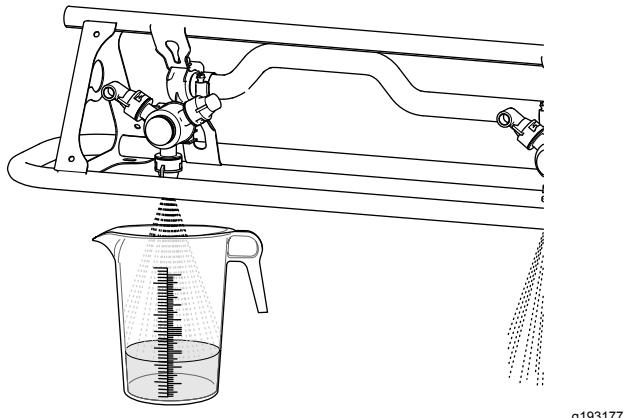

**Figura 40**
4. Per le macchine utilizzate in modalità con volume di applicazione, assicuratevi che la manopola della valvola di intercettazione del bypass delle sezioni sia sulla posizione chiusa (Figura 40).
5. Se la macchina è utilizzata in modalità con volume di applicazione, assicuratevi che la manopola della valvola di intercettazione del bypass delle sezioni sia sulla posizione chiusa (Figura 40).